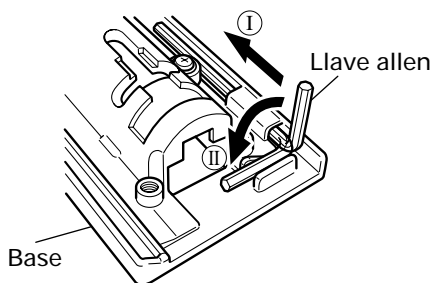

Fig. 17
- Es posible alojar la llave allen en la base (consulte la Fig. 17).